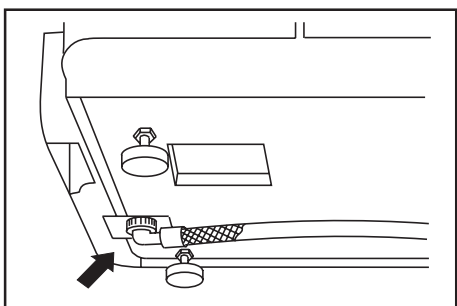

Fig. 3
- Conectar la máquina a una conducción de suministro de agua potable que tenga una presión comprendida entre 1,8 y 8 bar. Para ello se debe utilizar el tubo de carga suministrando y conectarlo al manguito situado en la parte inferior de la máquina (fig. 3).